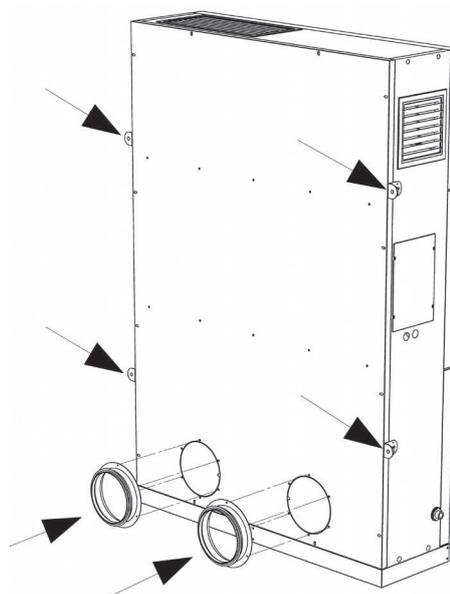

Fig.30
- Applicare i 2 bocchelli anulari con guarnizioni in dotazione, fissandoli con le viti a corredo sul pannello schienale della macchina (Fig.30).
- Spingere per innestare le bocche circolari nei fori praticati sulla parete e bloccare l'unità serrando i bulloni delle staffe di ancoraggio (Fig.30).
- Fix the two annular nozzles with the provided gaskets, by the supplied screws on the back panel of the machine (Fig.30).
- Push to fit the circular mouths into the holes drilled in the wall and lock the unit by tightening the bolts of the anchoring brackets (Fig.30).